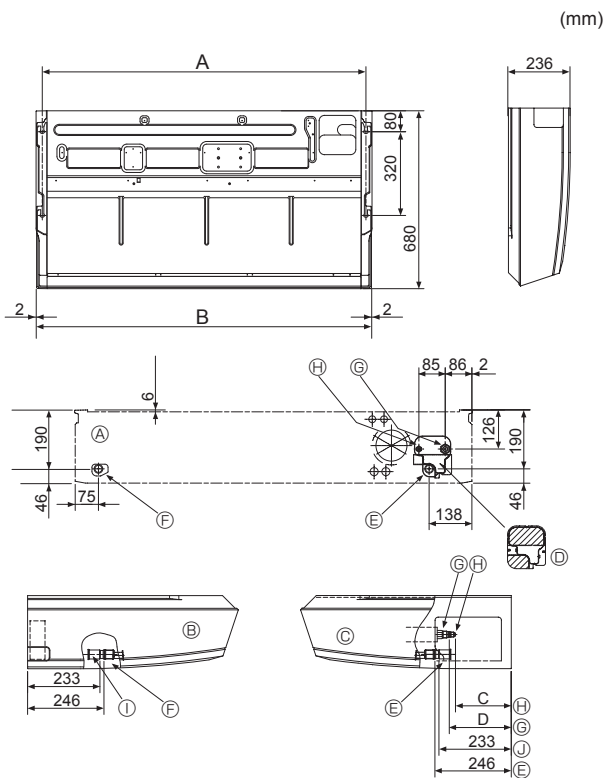

Fig. 3-2
3.2. Forberedelse til installation (Fig. 3-2)